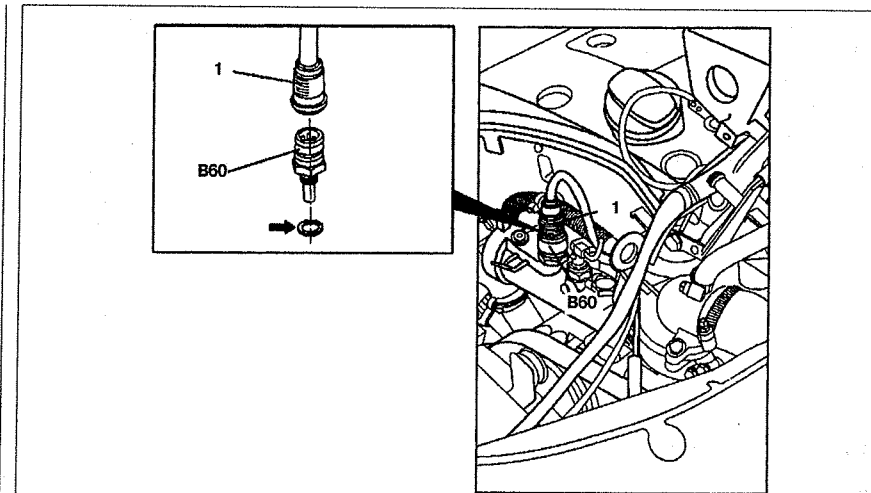
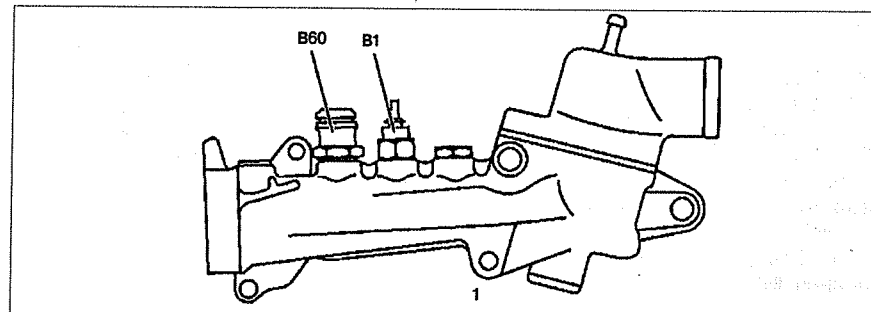

Рис. 2.106. Снятие датчика температуры охлаждающей жидкости: 1. Разъем проводки, В60. Датчик температуры.
Рис. 2.107. Расположение датчиков температуры:
3. Отсоедините разъем **1** от датчика температуры **В60** (см.рис.2.106). Расположение датчиков указано на рис. 2.107.